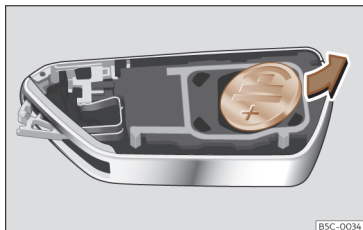

Abb. 59 Fahrzeugschlüssel: Batterie herausnehmen.
- Batterie mit einem geeigneten dünnen Gegenstand aus dem Batteriefach heraushebeln»» **Abb. 59**.
- Neue Batterie einsetzen und in das Batteriefach drücken »» ①.